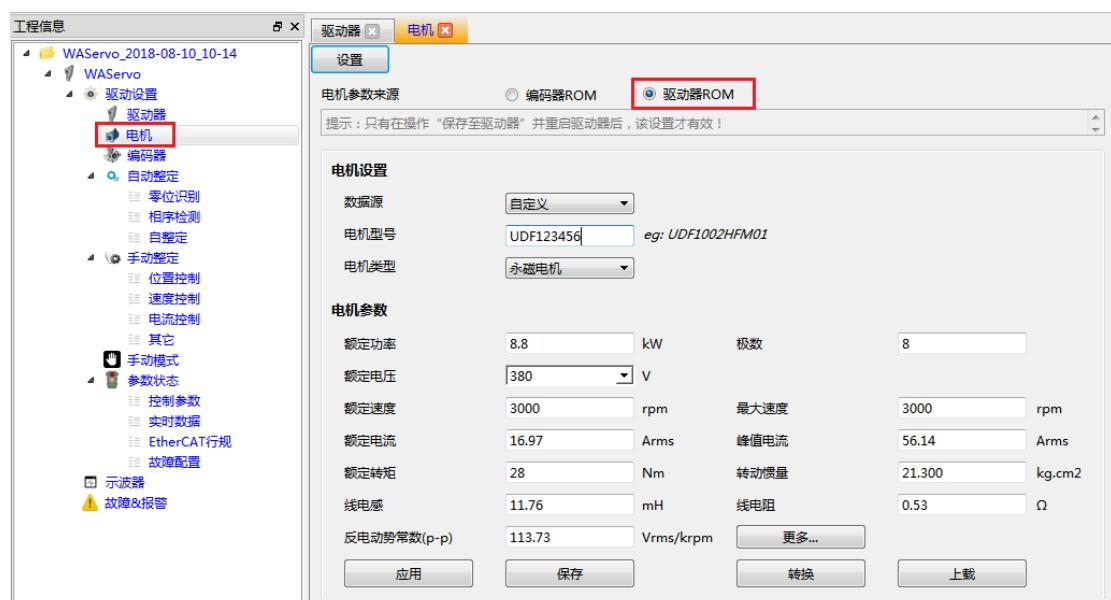

图 7-3 电机标签页-驱动器 ROM
- b) 若用户希望适配非 ZZ-Motor 或者配装非智能型编码器的 ZZ-Motor, 需要切换“电机参数来源”至“驱动器 ROM”来设置, 如图 7-3 所示。
- b) 无法在“数据库”中找到的电机需通过“自定义”方式进行手动设置参数。如图 7-3 所示手动输入完整且正确的电机参数, 点击“应用”后电机参数会下发给驱动器, 但未保存至驱动器, 掉电则丢失。点击“保存”则可将该电机参数保存为独立文件, 以便使用“外部文件”方式调回。“转换”可将“自定义”参数文件添加至“数据库”中, 但需遵循一定的命名规则。“上载”可将驱动器内部的电机参数读取上来进行查看、修改。